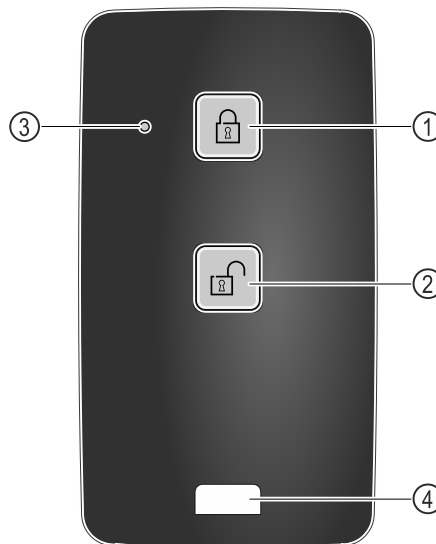

Fig. 212
- Nospiediet taustiņu Fig. 212 (1) tālvadības pultī.
- Nospiediet taustiņu Fig. 212 (2) tālvadības pultī.
- Statusa LED lampiņa Fig. 212 (3), nospiežot taustiņu, raida optisku atbildes signālu.
- Cilpa Fig. 212 (4) tālvadības pults piestiprināšana, piemēram, pie atslēgu saišķa.